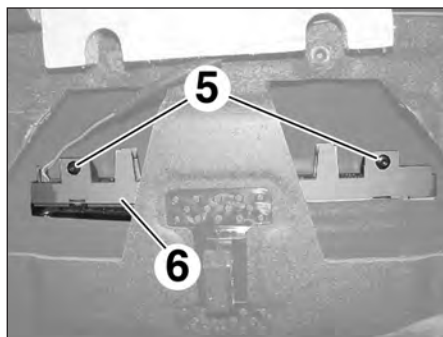

FIG.139
- les vis (5) (Fig.139),
- le feu stop (6).